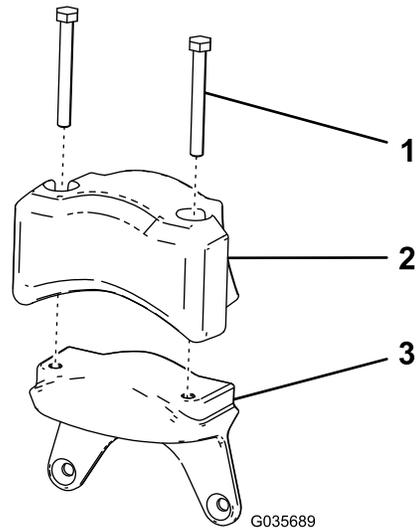

图 8
1. 将在拆下电动机配重块 (页码 3) 中卸下的电气配重块和 2 个平头螺丝 $\frac{5}{16} \times 2\frac{3}{4}$ 英寸安装到新配重块上图 8。